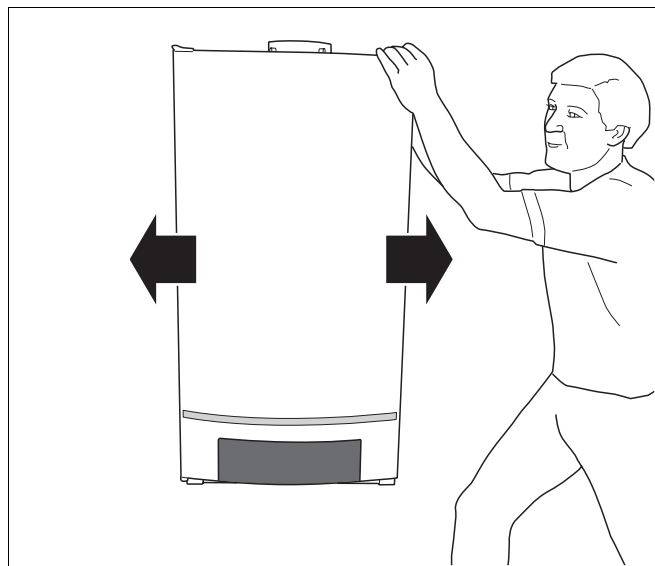

Fig. 8 Kedlen skubbes
- Skub kedlen til den korrekte position (fig. 8).